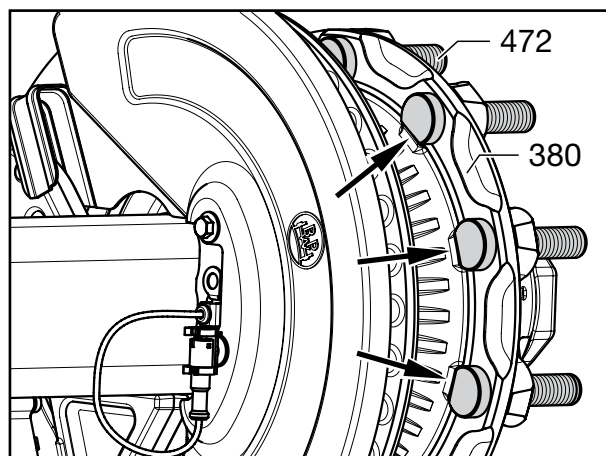

Fig. 26
- [36] Rikta in hålen för hjulbultarna (472) på navet (434) och bromsskivan (380) mot varandra.
- [37] För in hjulbultarna (472) så långt som möjligt i bromsskivan/navet. Kontrollera att hjulbult-huvudet sitter korrekt på bromsskivan (380) (vridsäkring), se fig. 26.